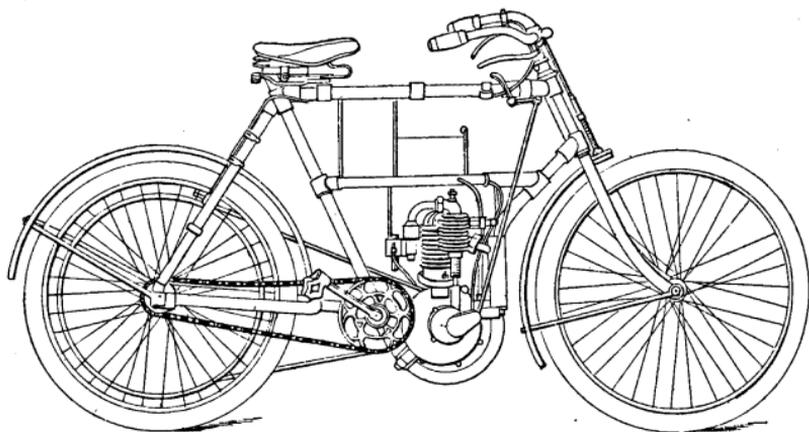

Fig. 427.
**Motocyclette.** — Bicyclette actionnée par un moteur (fig. 427). La vitesse sur terrain plat peut atteindre 50 kilomètres à l'heure.